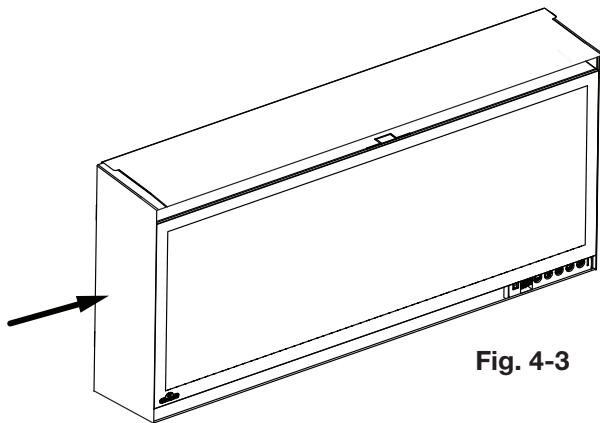
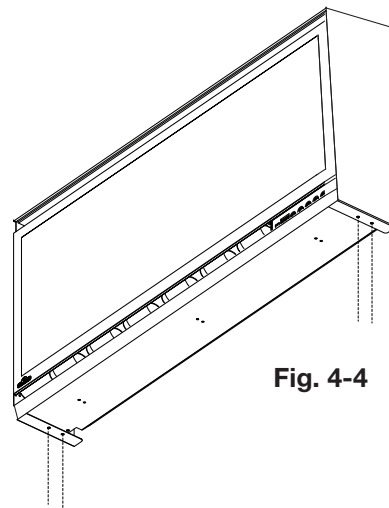

Fig. 4-3
Fig. 4-4
1. Installez les panneaux droit et gauche (**Fig. 4-3**) en fixant les 4 attaches (2 par panneau) au bas de l'appareil (**Fig. 4-4**).